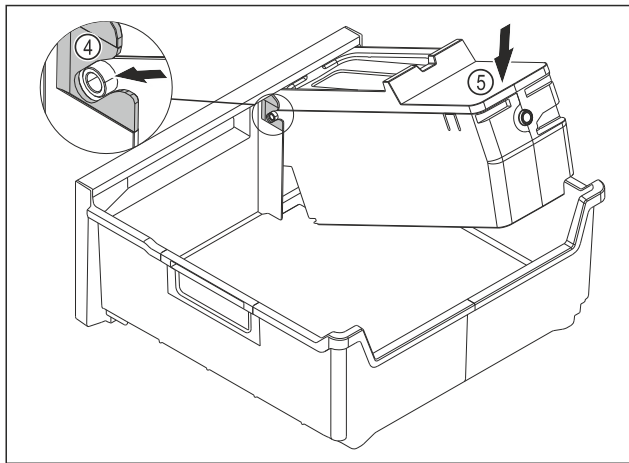

Fig. 152
- 安装 EasyTwist-Ice 机身：将 EasyTwist-Ice 机身的轴推入到导向装置 Fig. 152 (4) 中。
- 朝下按压 EasyTwist-Ice 机身 Fig. 152 (5) 后部。